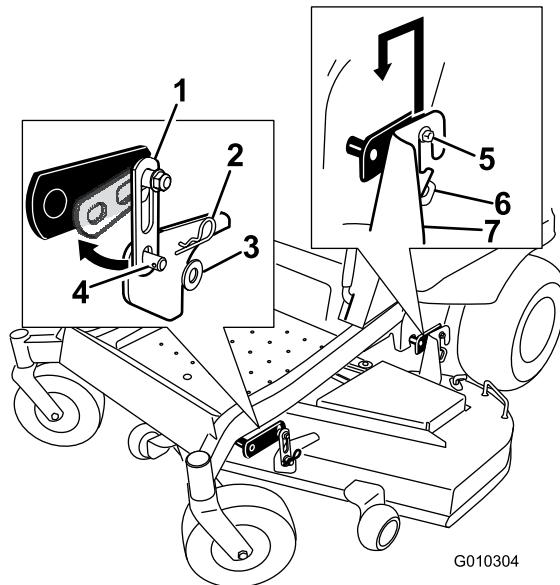

Figura 69
2. Retire los herrajes de las pletinas de suspensión delanteras en ambos lados de la plataforma (Figura 69).
3. Retire la plataforma con cuidado de los pernos de las pletinas de suspensión y baje la parte delantera de la plataforma al suelo (Figura 69).
5. Eleve la parte trasera de la plataforma del cortacésped y coloque los soportes de las pletinas de suspensión sobre sus pernos (Figura 69).